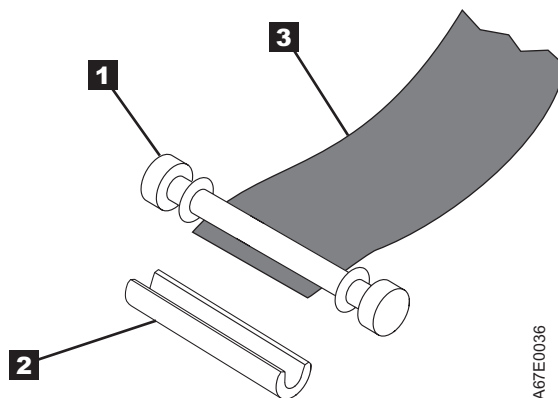

Abbildung 8-14. C-Clip von Bandmitnehmerstift entfernen. Drücken Sie den C-Clip mit den Fingern vom Bandmitnehmerstift weg.
5. Suchen Sie auf dem Bandmitnehmerstift (**1** in Abb. 8-14) die offene Seite des C-Clips (**2** in Abb. 8-14). Der C-Clip ist ein kleines schwarzes Teil, mit dem das Band (**3** in Abb. 8-14) am Stift befestigt ist.